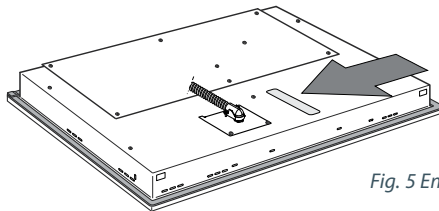

Fig. 5 Emplacement de la plaque signalétique
- La plaque signalétique est située sous la plaque de cuisson, du côté droit. Voir Fig. 5 ci-dessous.